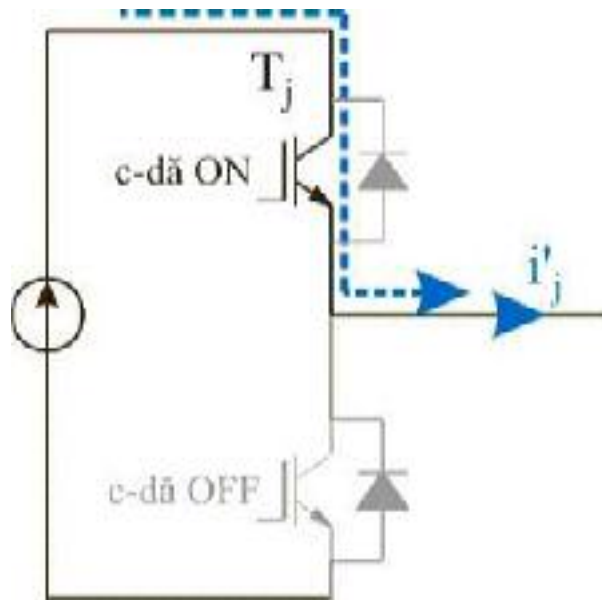

Figura 6
- atunci când  $K_j$  este ON, tranzistorul  $T_j$  este în conducție (figura 6).